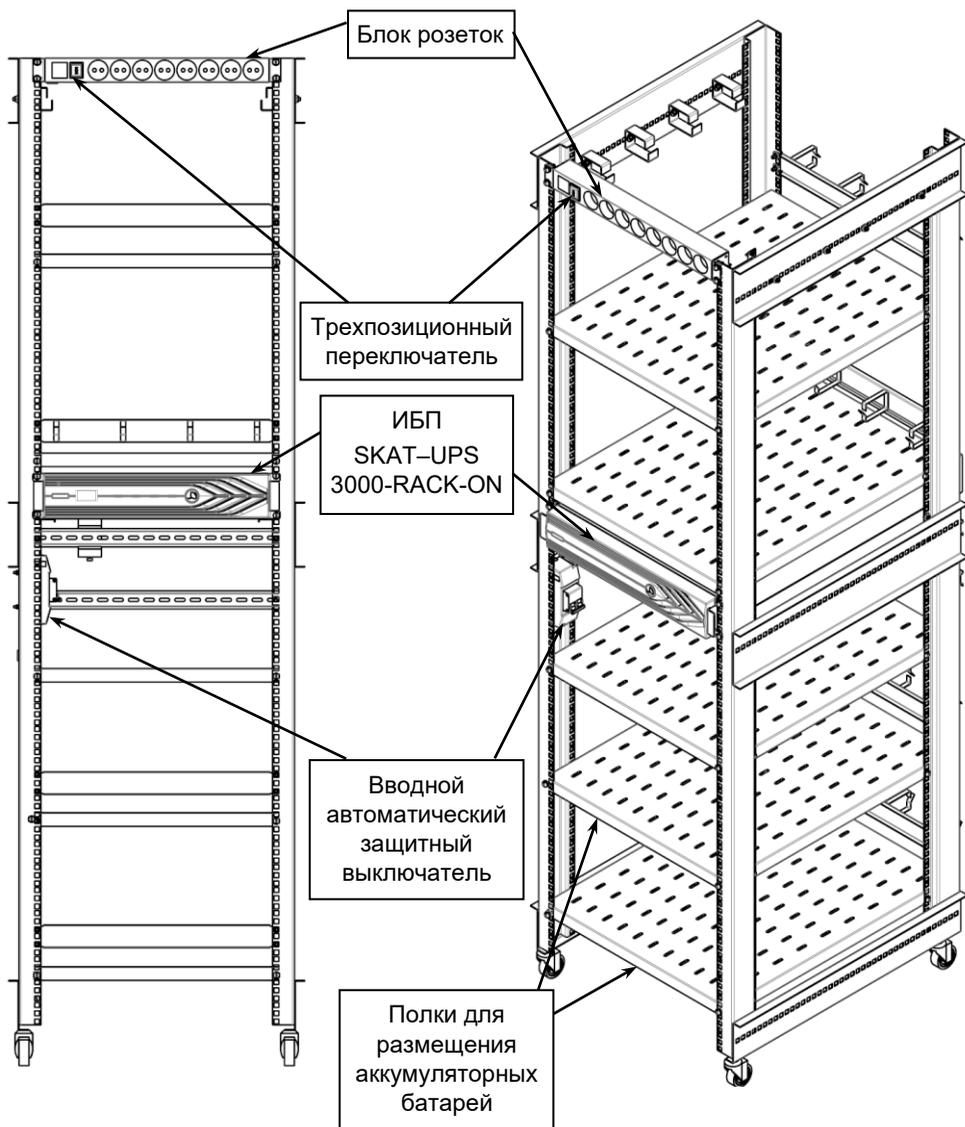

Рисунок 1 — Общий вид изделия спереди, без оболочки, с установленным ИБП
- Убедитесь в том, что вводной автоматический выключатель, расположенный на левой боковой стойке шкафа изделия (см. рисунок 1), находится в выключенном положении и трехпозиционный переключатель блока сетевых розеток также находится в выключенном (среднем, символ «0») положении.